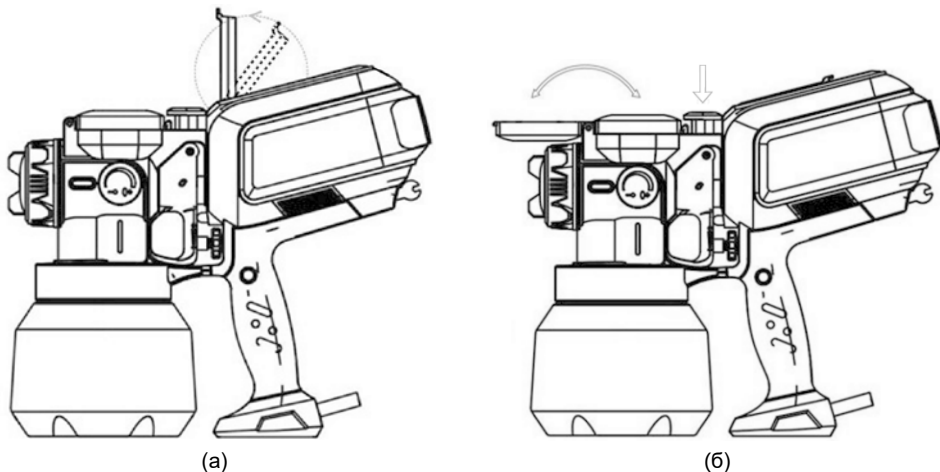

Рисунок 2
4.4 Наповніть ємність (5) робочим матеріалом та закрийте кришкою (4), яка знаходиться у зборі з блоком розпилення виробу. Або можна наповнити вже закриту ємність через швидкозаливну горловину блока розпилення. Для отримання доступу до горловини, натисканням кнопки (18), розблокуйте і відкрийте кришку (16) (дивіться рисунок 2-б). Після наповнення ємності закрийте кришку.
4.7 Для огляду пофарбованої поверхні під косим освітленням з метою виявлення дефектних ділянок переведіть LED-ліхтар (15) у робоче положення (дивіться рисунок 2-а) та увімкніть його кнопкою, яка розташована на задній поверхні поворотної платформи ліхтаря.